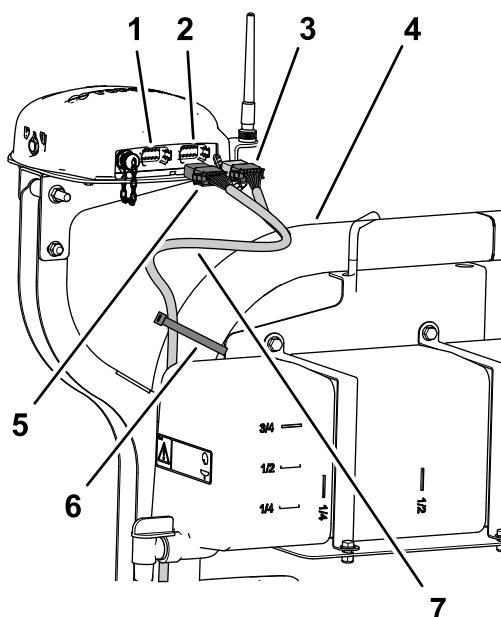

Рисунок 196
- Прикрепите ответвление жгута проводов передачи данных длиной 390 см к правой трубе конструкции ROPS с помощью двух кабельных стяжек, как показано на Рисунок 196.